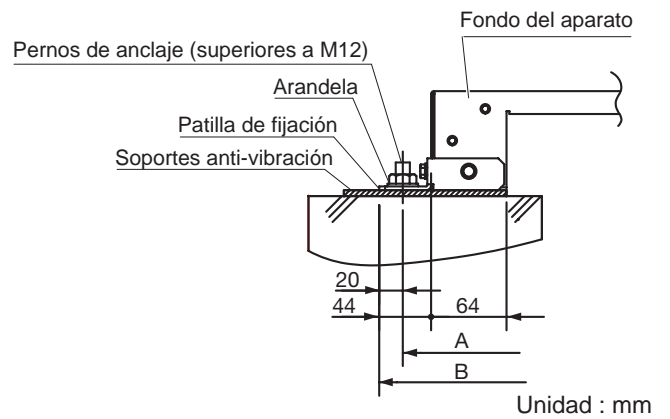

Fig. 4-2
1. Utilice pernos de anclaje (M12) o material equivalente para anclar sólidamente la unidad. (Fig. 4-2)
2. Vigile la estabilidad de la unidad y la presencia de soportes antivibración. (Fig. 4-2 y 4-3)